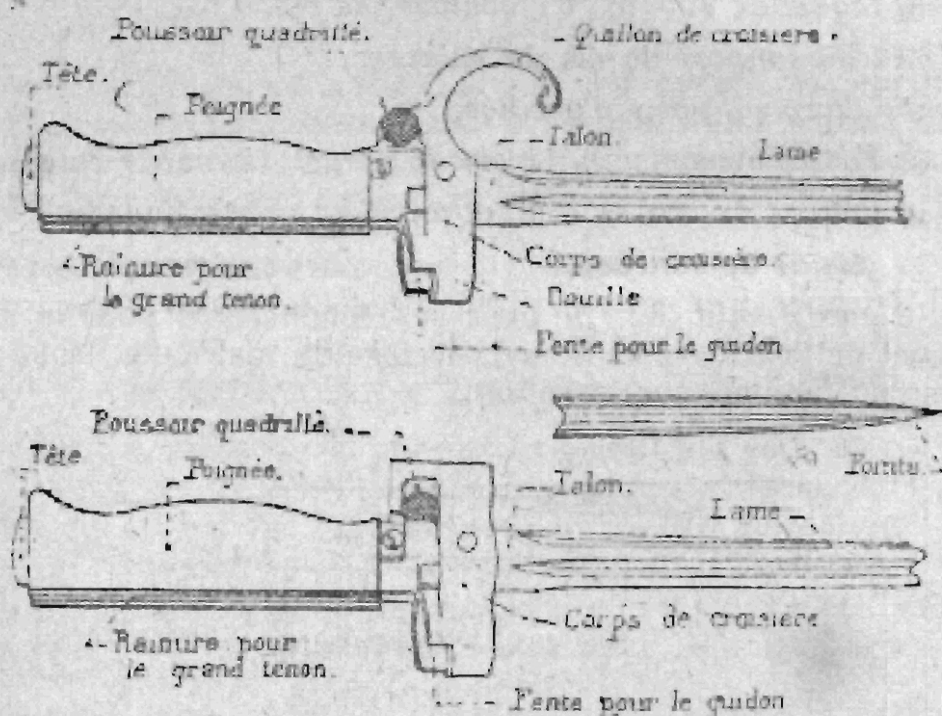

Fig. 21. — Épée-baïonnette.
21. L'épée-baïonnette (fig. 21) se divise en trois parties principales :